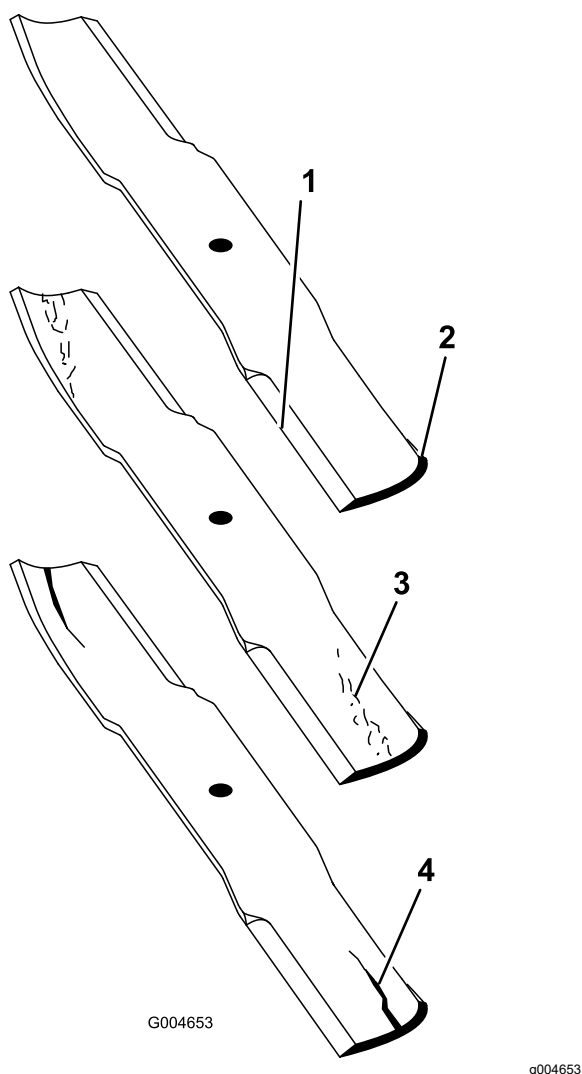

Рисунок 25
1. Проверьте режущие кромки (Рисунок 25). Если кромки не острые или зазубренные, снимите ножи и заточите их. См. Заточка ножей \(страница 21\).
2. Проверьте ножи, особенно в области крыла (Рисунок 25). При обнаружении признаков повреждения, износа или образования зазора в этой области (Рисунок 25), немедленно установите новый нож.